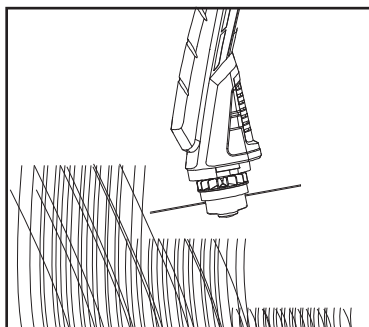

Rys. 9
5. Przesuwać urządzenie wolnym i regularnym ruchem od lewej do prawej, a następnie z powrotem do pozycji początkowej, po czym przejść do przycinania kolejnego obszaru (rys. 9).